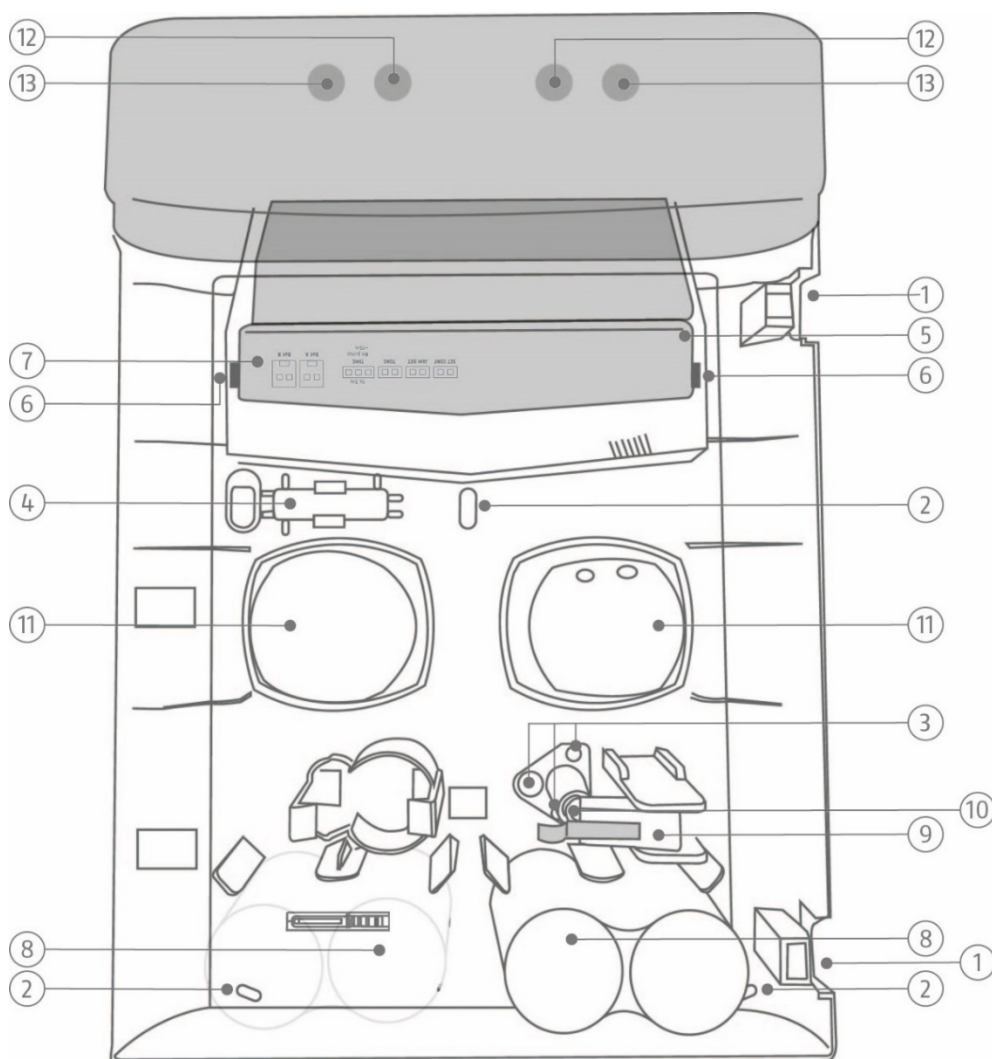

Figure 1 : aperçu de la sirène
- Ouvrez les deux caches des deux vis de serrage du couvercle (voir fig. 1).
- Retirez le cache de pont / de raccordement (voir fig. 1) en poussant les deux brides de fixation (voir fig. 1) vers l'extérieur et en soulevant en même temps le cache.
- Actionnez l'interrupteur anti-sabotage (voir fig. 1).